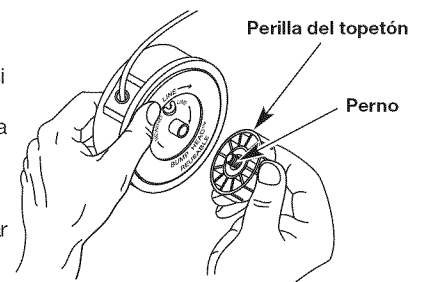

Fig. 13
1. Sostenga la bobina exterior con una mano y desenrosque la perilla del topetón en sentido antihorario (Fig. 13). Inspeccione el perno de adentro de la perilla percuisva para verificar que se mueva con libertad. Cambie la perilla percuisva si está dañada.
1. Sostenga la bobina exterior con una mano y desenrosque la perilla percusiva en sentido antihorario (Fig. 13). Inspeccione el perno dentro del botón de tope para verificar que se mueva con libertad. Cambie el botón de tope si está dañado.